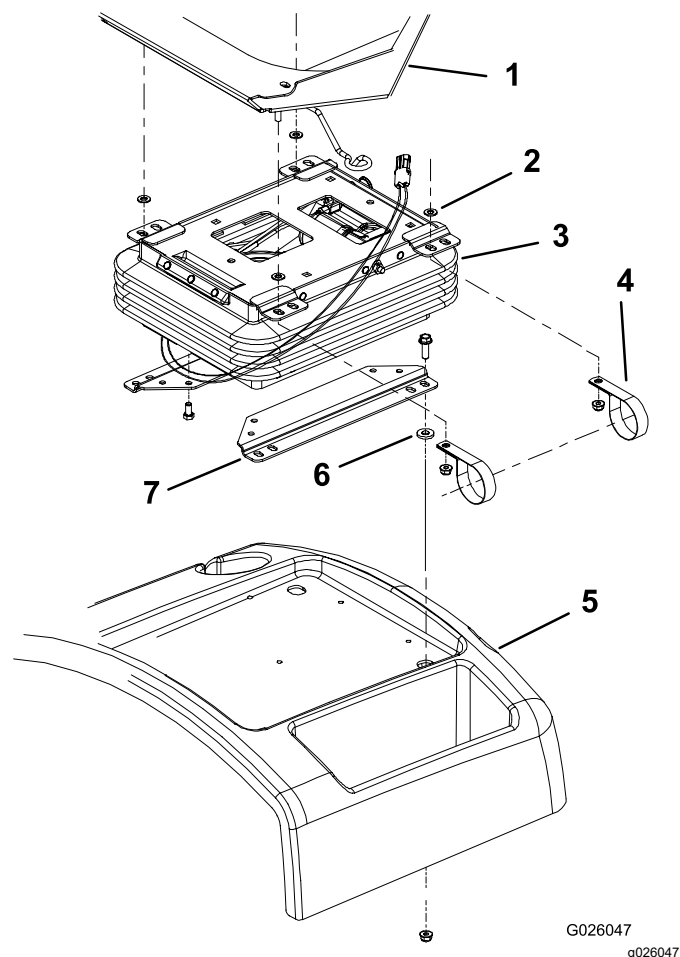

Figura 2
5. Retire las 4 tuercas que sujetan los ajustadores del asiento y las abrazaderas del tubo manual a la suspensión del asiento (Figura 2).
7. Retire los 4 pernos, los espaciadores y las tuercas que sujetan los soportes inferiores del asiento a la base del asiento (Figura 2)
9. Retire los 4 pernos que sujetan la suspensión del asiento a los soportes inferiores del asiento (Figura 2).
1. Sujete la suspensión del asiento Air Ride a los soportes inferiores del asiento con los 4 pernos que retiró anteriormente (Figura 2).
2. Monte los soportes inferiores del asiento en la base del asiento con los 4 pernos, los espaciadores y las tuercas que retiró anteriormente (Figura 2).
3. Coloque el conjunto del asiento sobre la suspensión del asiento. Asegúrese de colocar una arandela en cada espárrago de ajuste antes de instalarlo en la suspensión (Figura 2).
4. Sujete los ajustadores del asiento y las abrazaderas del tubo manual a la suspensión del asiento con las 4 tuercas que retiró anteriormente (Figura 2).